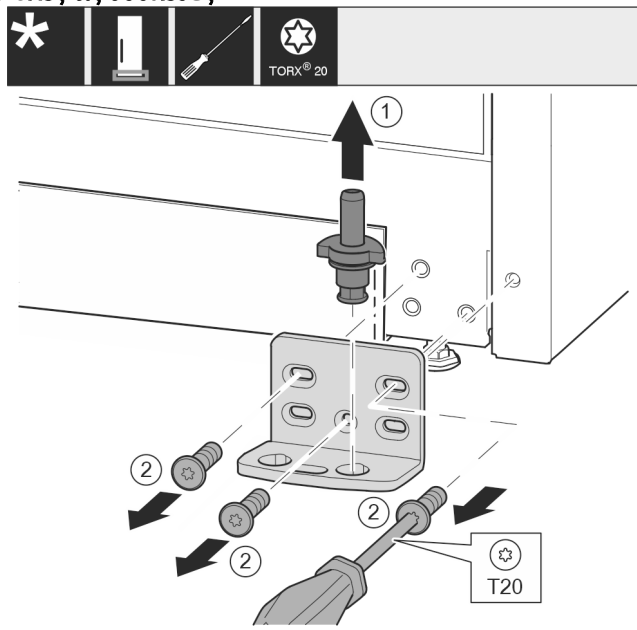

Fig. 12
- Τραβήξτε έξω ολόκληρο τον πείρο προς τα επάνω. Fig. 12 (1)
- Ξεβιδώστε τις βίδες με κατσαβίδι T20 και αφαιρέστε το στήριγμα. Fig. 12 (2)